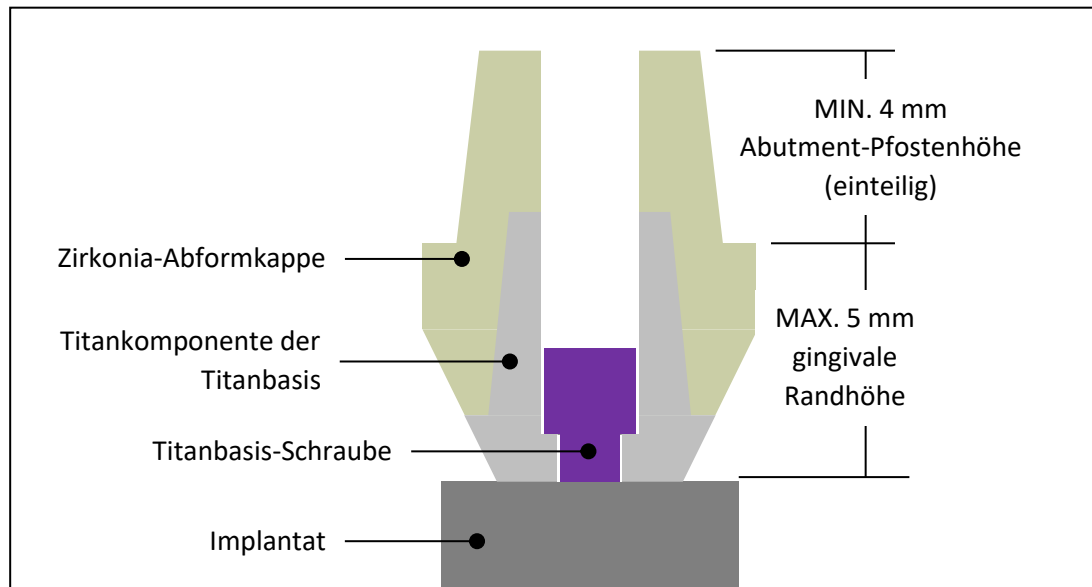

Abbildung 2 – Konstruktionsbeschränkungen der Zirkonia-Abformkappe (Suprastruktur)
- Maximale Randhöhe von 5 mm. (siehe **Abbildung 2**)
- Titanbasis abutments mit einer Pfostenhöhe von weniger als 4,0 mm sind nur für Multi-Unit-Restaurationen vorgesehen. (siehe **Abbildung 2**)